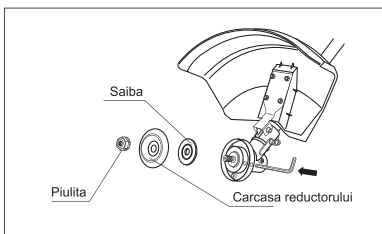

fig. 5
- Aliniați orificiile din carcasa reductorului și șaiba pentru flanșă. Introduceți un știft metallic de blocare sau o cheie hexagonală din setul livrat în orificiile carcasei reductorului și șaibei pentru flanșă. Rotind piulița în sensul acelor de ceasornic, scoateți-o, scoateți și carcasa și șaiba de pe axul principal al reductorului (fig. 5).